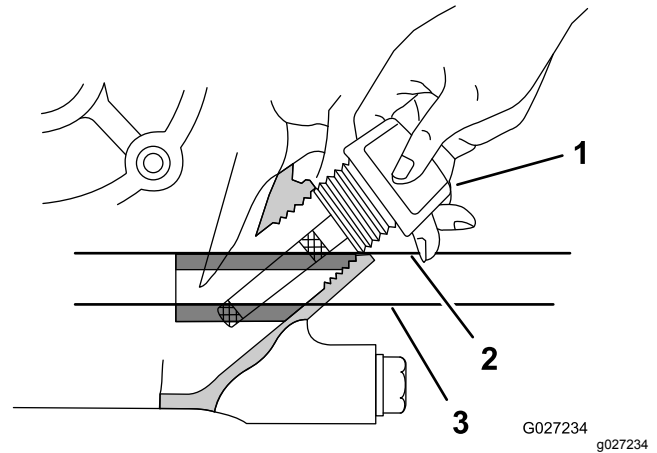

図 11
- 図 11 のようにディップスティックをエンジンに差し込む。